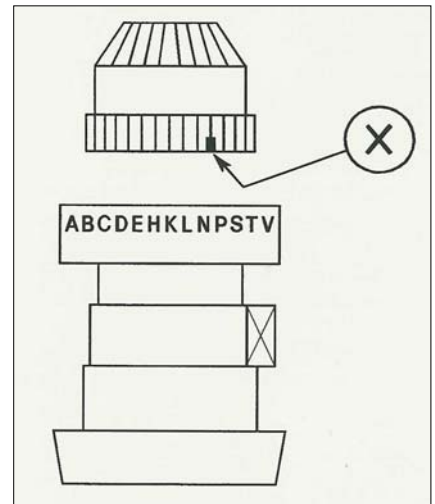

Abb. 1
Um die gewünschte Steigung zu erhalten, wird als erstes das feste Mittelstück auf die vorhandene Schiffswelle montiert. (Abb. 1).
Nun wird das zentrale Kegelrad (6) in das Mittelstück geschoben – die Markierung (X/ Abb. 1) wird dabei dem, in der Steigungsrechnung festgelegten Buchstaben (siehe Tabelle 2 o. 3) zugeordnet.